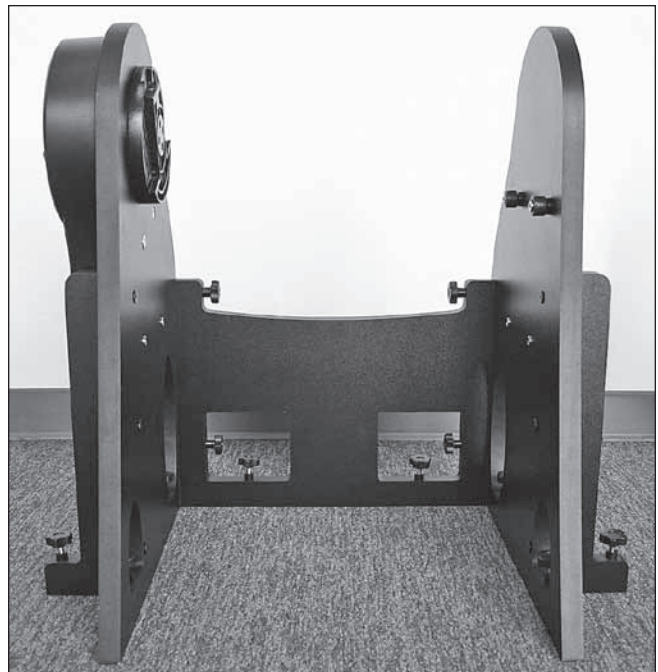

Abbildung 10. Die fertige Baugruppe aus Seitenwänden und Frontplatte.
4. Befestigen Sie nun die Frontplatte mit den vier entsprechenden Verbindungsschrauben an den beiden Seitenwänden. Verwenden Sie den Drehknopf, um die Schrauben jeweils in den Metall-Gewindeeinsatz in der Seitenwand zu schrauben. Die Seitenwände müssen so ausgerichtet werden, dass die Streben nach außen weisen. Die Frontplatte muss so ausgerichtet sein, dass die beiden Bohrungen für das Okulargestell nach außen weisen. Ziehen Sie die Verbindungsschrauben noch nicht vollständig fest. Die fertige Baugruppe sollte nun aussehen wie in Abbildung 10.